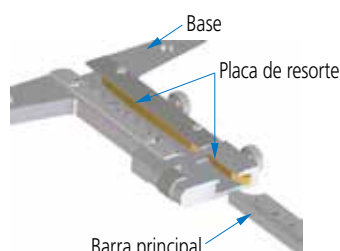

Fig. 1
2. Mueva la base completamente a lo largo de la barra principal para verificar si el control deslizante se mueve suavemente sin atascarse. En este momento, tenga cuidado ya que la escala principal tipo vernier puede separarse de la base. (Fig. 1).